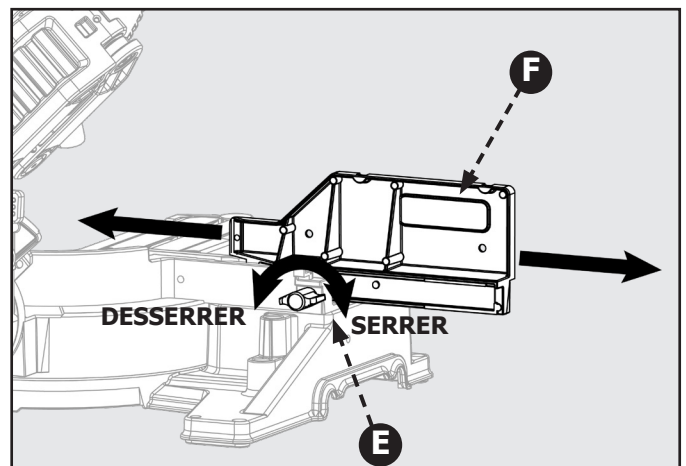

Figure 34
Cette scie dispose d'un guide avec rallonge ajustable. Pour étendre ou replier le guide, consultez la figure 34 et suivez ces instructions : Dévissez la manette de verrouillage (E) en la tournant dans le sens antihoraire et faites glisser le guide (F) jusqu'à la position désirée. Veillez à resserrer la manette de verrouillage (E) en la tournant dans le sens horaire.